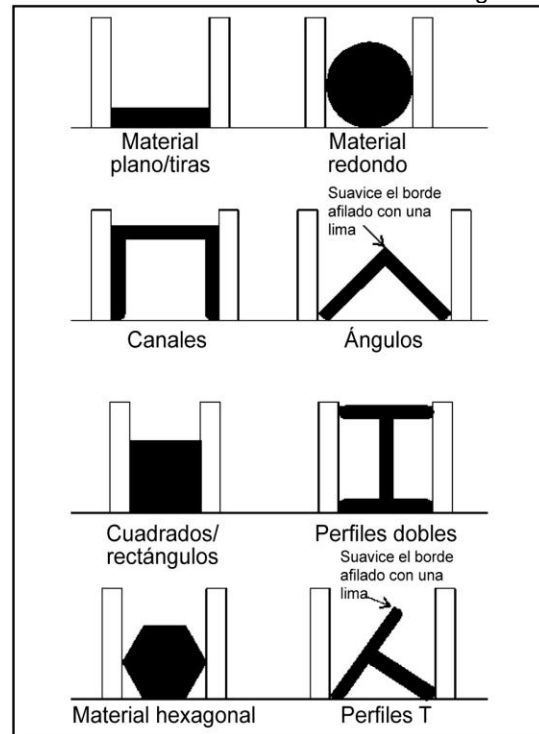

Figura 11: Métodos de sujeción para piezas de trabajo de distintas secciones transversales.
El método para sujetar piezas de distintas secciones transversales se muestra en la Figura 11.
2. Asegúrese de que rebaja las esquinas afiladas de cualquier pieza de trabajo que puedan dañar la hoja de sierra. Vea la Figura 11.